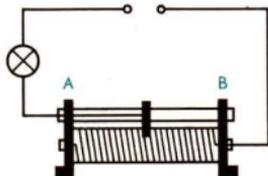

Bild 123/3
46. Im Bild 123/3 ist ein Stromkreis dargestellt, in dem sich ein Schiebewiderstand befindet. Begründe, ob der Schleifkontakt zum Punkt A oder zum Punkt B verschoben werden muß, damit die Lampe heller leuchtet!